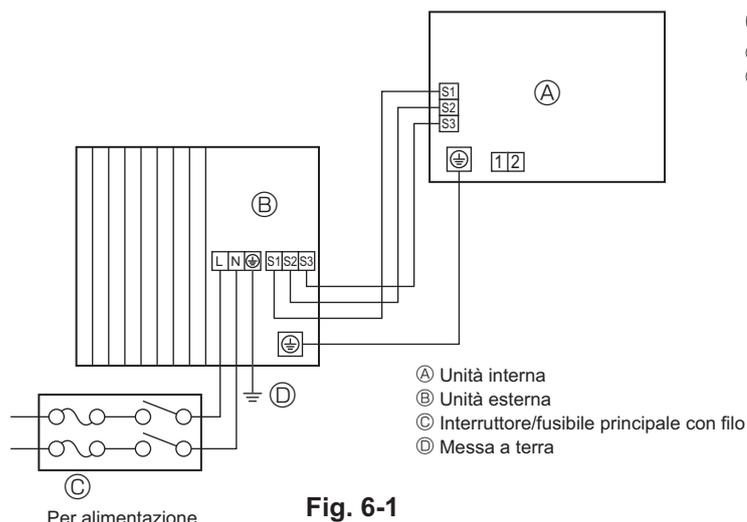
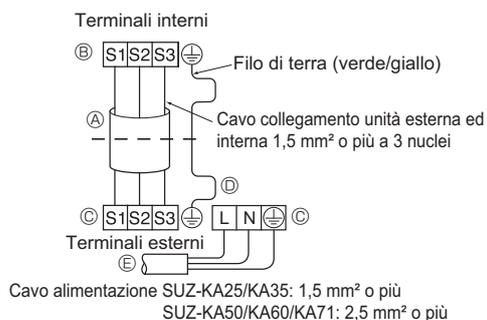
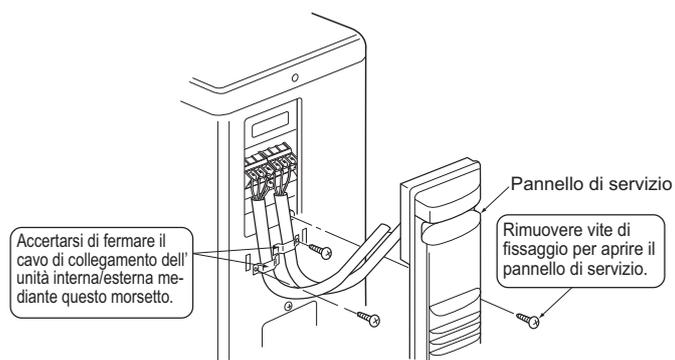
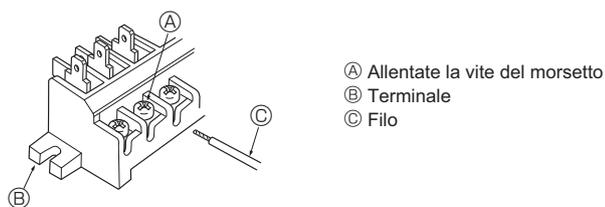

Fig. 6-1
Fig. 6-2
Fig. 6-3
Fig. 6-4
6.1. Unità esterna (Fig. 6-1, Fig. 6-2, Fig. 6-3, Fig. 6-4)
- ① Rimuovere il pannello di servizio.
- ② Collegare i cavi facendo riferimento alla Fig. 6-1, Fig. 6-2, Fig. 6-3 e Fig. 6-4.
- Eseguire i collegamenti elettrici seguendo lo schema ripreso qui sotto a sinistra (Procurarsi il cavo localmente). (Fig. 6-2)
- **State attenti a non invertire i fili. (Fig. 6-4)**